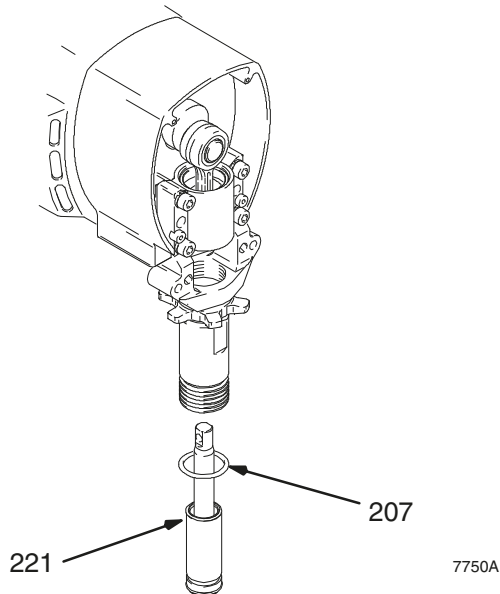

Fig. 18
Fig. 18. Aplique massa lubrificante no anel em forma de O (221) e coloque-o na manga. Faça deslizar a montagem da manga/haste do pistão para a parte inferior do cilindro. Substitua o anel em forma de O (207), se desejado.